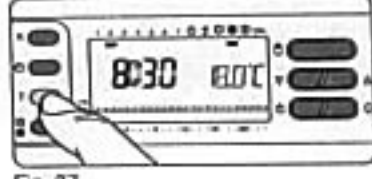

Fig. 37
**6.5** - Premere il pulsante **T** per confermare il valore della temperatura visualizzata sul display e per passare al livello di temperatura successivo (fig. 37).